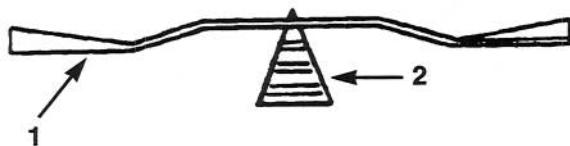

Figure 37
2. Contrôler l'équilibrage de la lame en la posant sur un équilibrEUR de lame (Fig. 37). La lame est équilibrée si elle reste horizontale, et peut donc être utilisée. Limer l'arrière de la lame si elle n'est pas équilibrée. Répéter la procédure jusqu'à ce que la lame soit équilibrée.